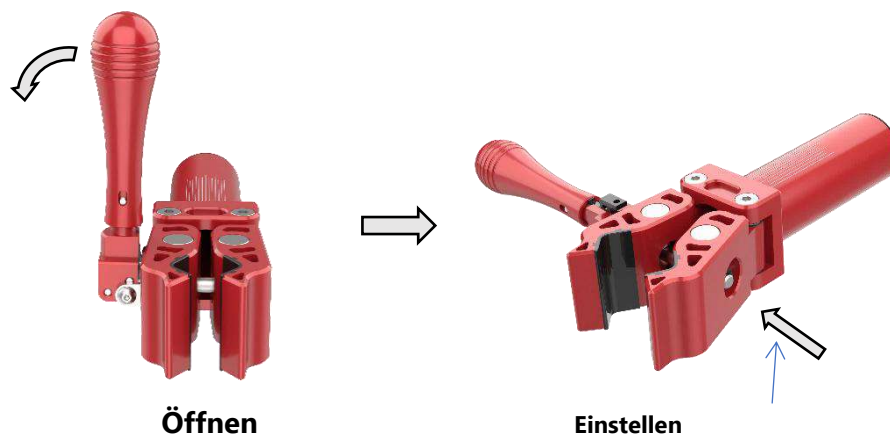

Abbildung 22 Öffnen und Einstellen der Klemmbackenbreite.
- Schließen Sie die Klemmbacken und stellen Sie dann die Spannmutter der Klemmbacken (siehe „Abbildung 22. Öffnen und Einstellen der Klemmbackenbreite.“) mit einem Drehmoment von 8 Nm (Beispiel) oder einem anderen, das der Benutzer bequem einstellen kann, ein. Wenn der Benutzer nicht in der Lage ist, die Klemme mit einer auf 8 Nm eingestellten Mutter zu schließen, wird das Modell mit einer automatischen Klemme empfohlen.